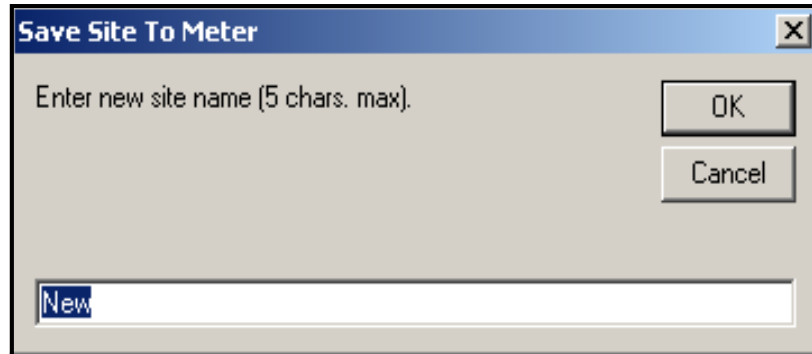

Figura 53: Janela Site Name Entry (Entrada do nome do local)
2. Uma janela semelhante à *Figura 53* abaixo é aberta. Insira o nome desejado e clique em [OK].